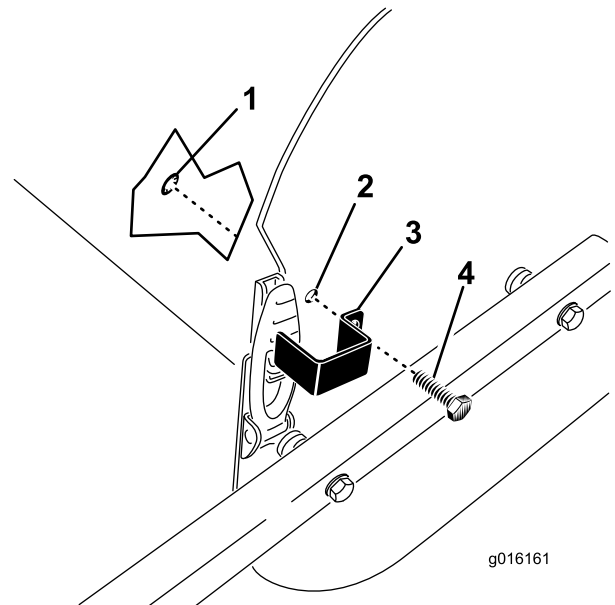

Figura 36
1. Coloque la pletina del cierre sobre el cierre del capó alineando el taladro de montaje con el taladro de la chapa lateral (Figura 36).
2. Sujete la pletina del cierre a la chapa lateral con un perno de rosca completa y un anillo de retención (Figura 36).